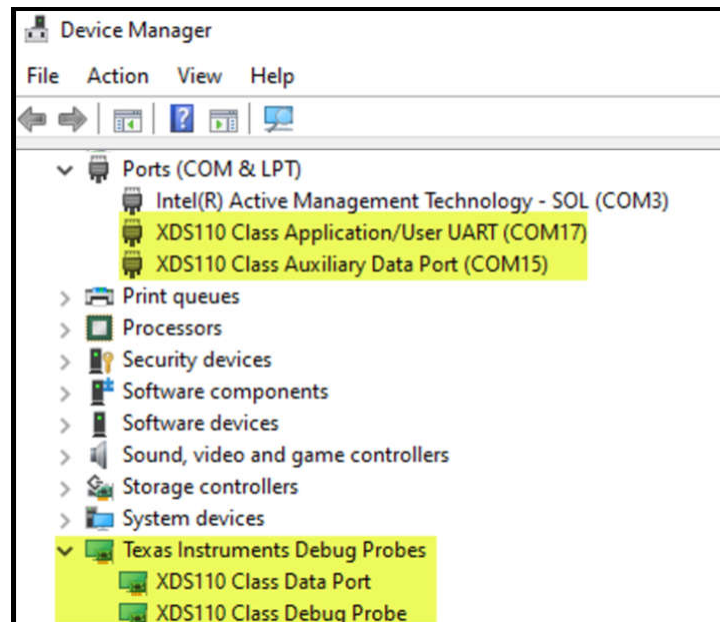

図 9-1. XDS110 デバッグ プローブが正常に検出されたことを示す Microsoft® Windows® 10 のデバイス マネージャ
5. **デバイス マネージャに存在:** JTAG デバッグ プローブと PC 間の通信には、ドライバ ファイルをインストールする必要があります。通常、Code Composer Studio (CCS) をインストールすると、このファイルもインストールされます。ドライバが正常にインストールされていることを確認するには、PC を JTAG デバッグ プローブに接続して電源を投入します。次に、コントロールパネル → デバイス マネージャ (図 9-1) に移動し、関連するデバッグ プローブを見つけます。